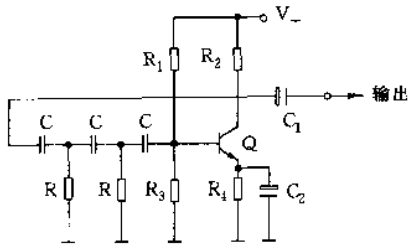

图 2-33
(1)RC 移相振荡电路如图 2-33 所示,其振荡频率可按下式计算: